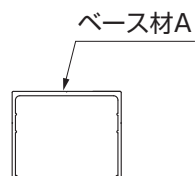
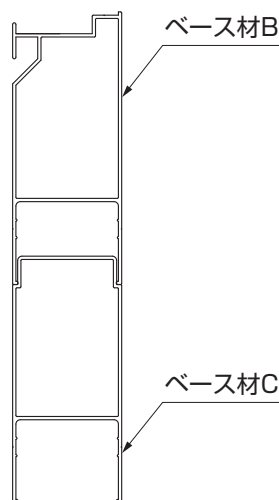

図2-18
図2-19
- ベース材には種類があります。（図2-18、図2-19、図2-20参照）